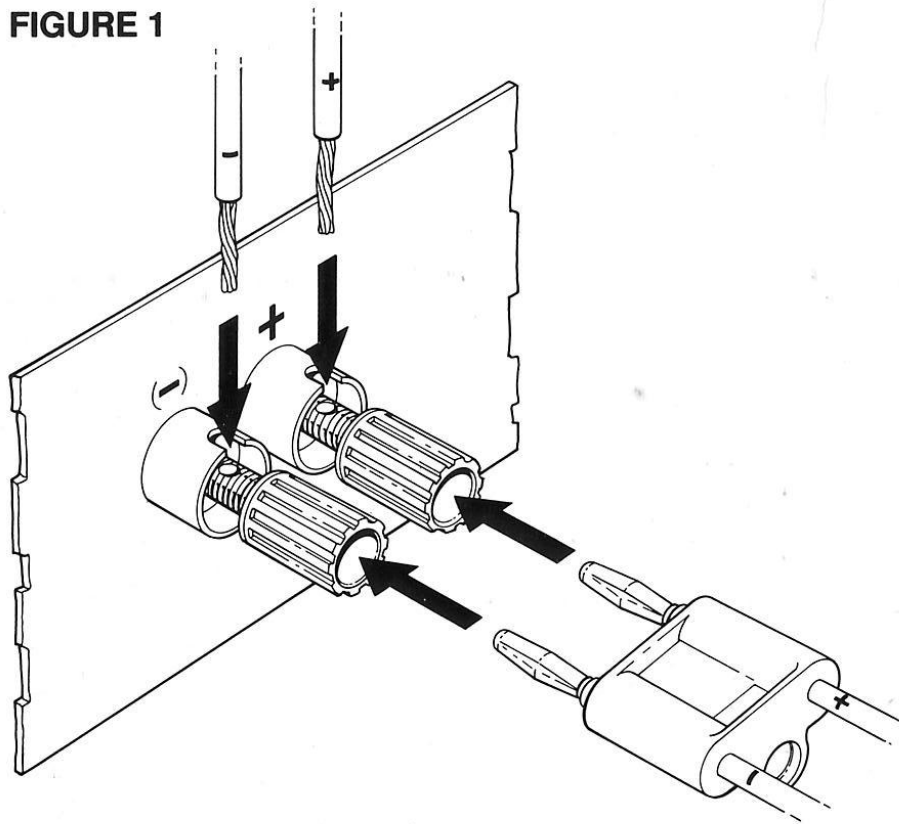

FIGURE 2
Der Masseanschluß eines Plattenspielers wird mit diesem Kontakt verbunden (siehe Bild 2).
(5) Nun den Schalter BRIDGING auf ON (MONO), siehe auch Bild 2 stellen. Er ist gegen unbeabsichtigtes Verstellen durch einen verschraubten Schieber gesichert. Vor dem Umschalten den kleinen Schieber mit einem Schraubendreher lösen und anschließend wieder festdrehen. Nun kann mit POWER das Gerät eingeschaltet werden.